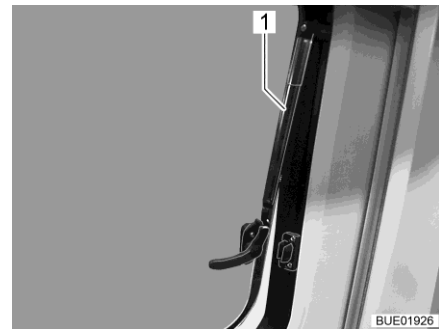

Fig. 12 Fenêtre projetante avec bras automatiques, ouverte
- Ouvrir la fenêtre projetante jusqu'à la position d'ouverture désirée. Faire s'enclencher la fenêtre projetante avec bras automatique (Fig. 12,1).